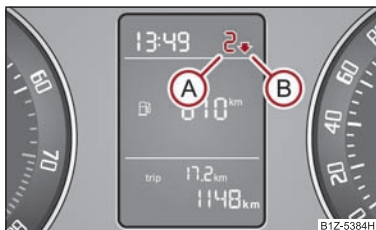

Fig. 6 Suggerimento per il passaggio di marcia
In alcuni veicoli viene visualizzata nel display dello strumento combinato la marcia attualmente innestata (A) ⇒ fig. 6.